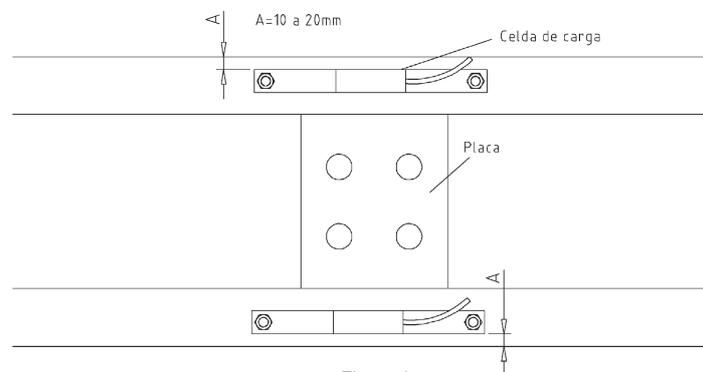

Figura 4
Paso 1: Elegir el lugar donde se abulonarán las celdas de carga. Se montan dos celdas de carga por ascensor, una en cada perfil del bastidor centrando aproximadamente las celdas respecto del centro de la placa. Ver figura 4. Verificar que la superficie del hierro donde apoyarán las celdas no tenga grandes protuberancias, costra, granos o imperfecciones. Caso contrario éstas pueden instalarse desplazadas con simetría central (desplazadas en direcciones opuestas).